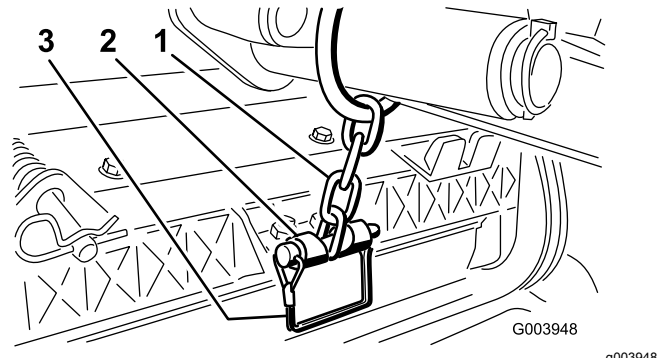

Figure 10
11. Fixez la chaîne du bras de levage au support de la chaîne avec la goupille à fermoir (Figure 10).